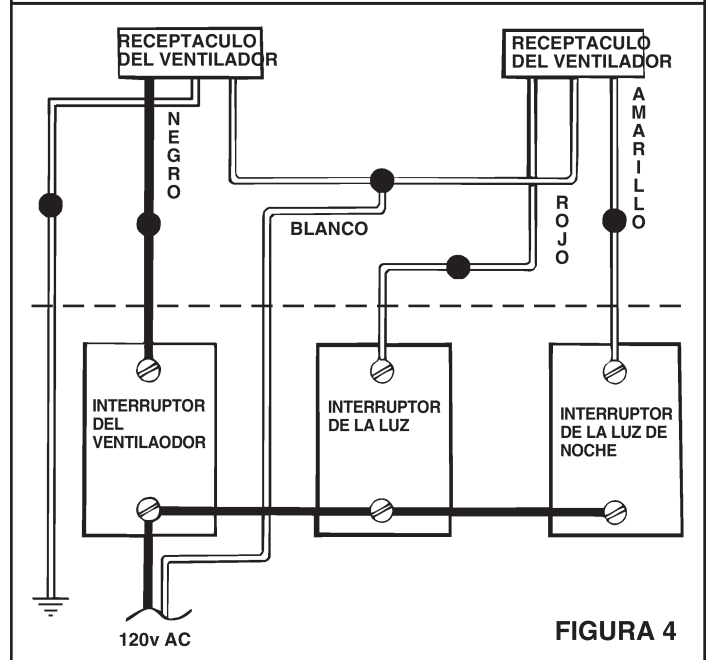

FIGURA 4
1. Pase el cableado de la casa de 120v CA desde un interruptor de pared a la ubicación del ventilador. Vea la Figura 4.
4. Refiérase a la Figura 4. Conecte los cables blancos de los receptáculos del ventilador y de la luz la cable blanco (neutro) de la alimentación. Conecte el cable negro al cable del interruptor del ventilador. Conecte el cable rojo al cable del interruptor de la luz de noche. Conecte el cable amarillo al cable del interruptor de la luz de día.